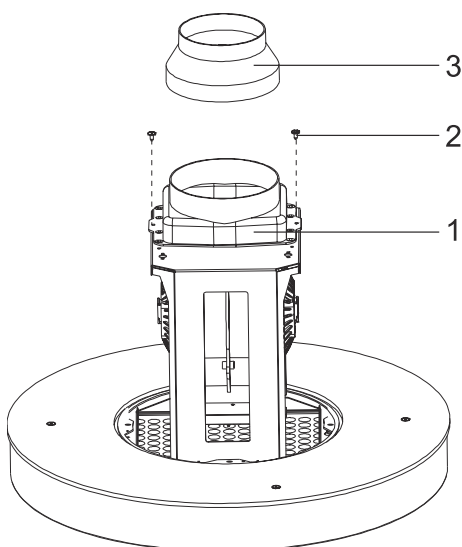

Fig. 13
7. ➡ Montera Ø150mm utsugsstosen med 2st 3,5x9,5-skruvar. Använd endast reduktionsadaptorn vid behov. Läs mer om utsugsförhållanden under "Service, felmeddelanden och åtgärder" (Fig. 13).